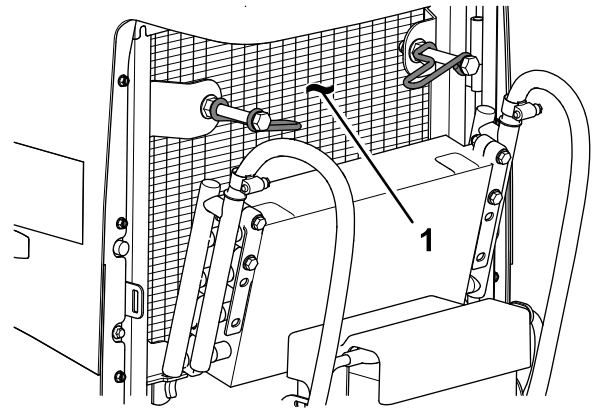

図 111
8. オイルクーラとラジエターの裏表を **図 111** 圧縮空気で丁寧に清掃する。